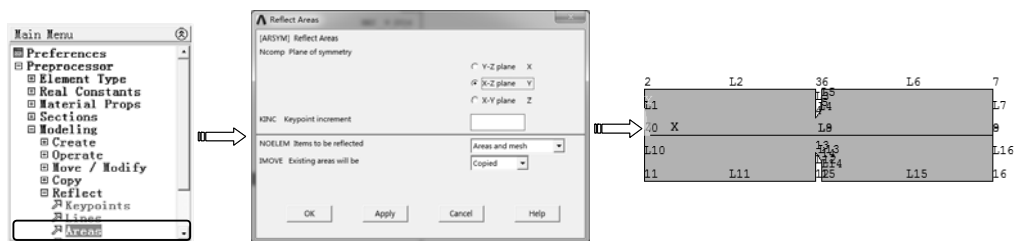

图 10-24 镜像面
7) 选择“Main Menu>Preprocessor>Modeling>Reflect>Areas”命令，弹出拾取对话框，选择所有的面，然后单击“OK”按钮，弹出“Reflect Areas”对话框，选择“X-Z plane”选项，单击“OK”按钮完成镜像，如图 10-24 所示。